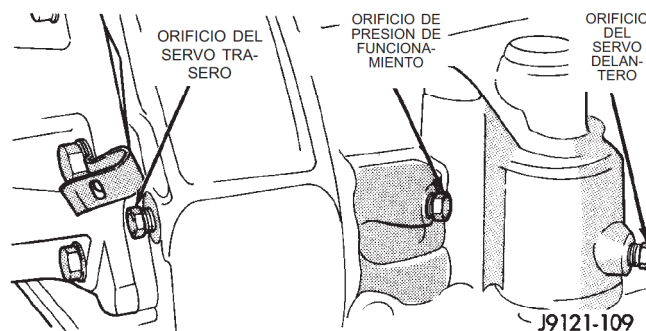
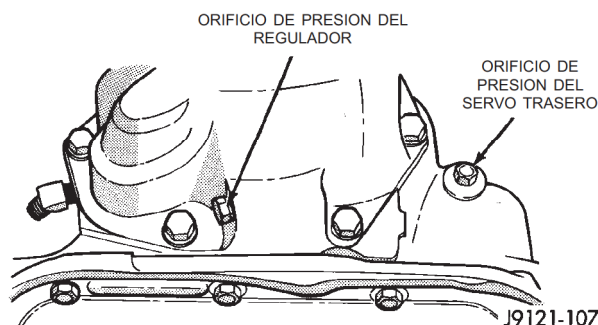
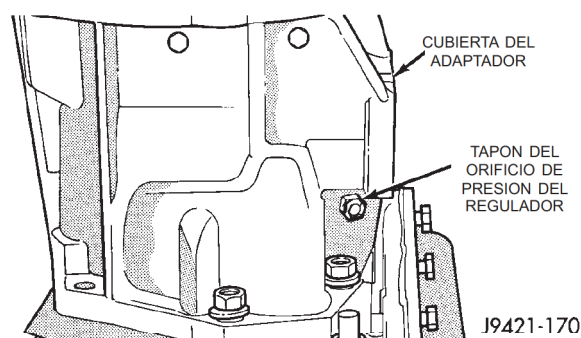

Fig. 6 Orificios de prueba de presión en el costado de la caja
Fig. 7 Orificios de prueba de presión en la parte trasera de la caja—Tracción en dos ruedas
Fig. 8 Orificios de prueba de presión de la parte trasera de la caja—Tracción en 4 ruedas
Los orificios de prueba de presión se encuentran en el acumulador, el servo delantero y el servo trasero, el conducto del regulador y el conducto de presión del embrague de sobremarcha (Fig. 6), (Fig. 7) y (Fig. 8).
(1) Conecte el indicador C-3292 de 689,5 kPa (100 psi) al orificio del acumulador.
(2) Conecte el indicador de 2068 kPa (300 psi) C-3293-SP al orificio del servo trasero (Fig. 6) y (Fig. 7).
(3) Desconecte las varillas de la mariposa del acelerador y del mecanismo de cambio de la palanca manual y la manija de admisión.
(4) Arranque y haga funcionar el motor a 1000 rpm.
(5) Desplace la palanca de cambios (del eje de la palanca manual) todo su recorrido hacia adelante, a la escala 1.
(6) Desplace la manija de admisión de la transmisión desde su posición máxima hacia adelante a la posición máxima hacia atrás y tome nota de las indicaciones de presión de ambos indicadores.
(7) La presión de funcionamiento en el orificio del acumulador debe ser de 372-414 kPa (54-60 psi) con la manija de admisión hacia adelante y aumenta gradualmente a 621-662 kPa (90-96 psi) a medida que se desplaza la manija hacia atrás.
(8) La presión del servo trasero debe ser igual a la presión de funcionamiento dentro de los 20,68 kPa (3 psi).
(1) Conecte el indicador de prueba al orificio de presión del acumulador (Fig. 6) y (Fig. 7).
(2) Arranque y haga funcionar el motor a 1000 rpm.
(3) Desplace la palanca de cambios del eje de la palanca manual del cuerpo de válvulas, una posición de retén hacia atrás desde la posición de máximo desplazamiento hacia adelante. Esta es la escala 2.
(4) Desplace la manija de admisión de la transmisión desde la posición de máximo desplazamiento hacia adelante hasta la posición de máximo desplazamiento hacia atrás y lea las presiones indicadas por ambos indicadores.
(5) La presión de funcionamiento debe ser 372-414 kPa (54-60 psi) con la manija de admisión hacia ade-
(1) Conecte los indicadores de prueba a los orificios del acumulador y el servo delantero (Fig. 6) y (Fig. 7). Utilice cualquiera de los dos indicadores de prueba en los dos orificios.
(2) Arranque y haga funcionar el motor a 1600 rpm para esta prueba.
(3) Desplace la palanca de cambios a la escala D. Esta escala está dos posiciones de retén más atrás que la posición de máximo desplazamiento hacia adelante.
(4) Cuando desplace la manija de admisión de la transmisión desde la posición de máximo desplazamiento hacia adelante a la de máximo desplazamiento hacia atrás, lea las presiones de ambos indicadores.
(5) La presión de funcionamiento debe ser 372-414 kPa (54-60 psi) con la manija de admisión hacia adelante y debe aumentar gradualmente a medida que la manija se desplaza hacia atrás.
(6) El servo delantero se presuriza únicamente en la escala D y la presión debe ser igual a la presión de funcionamiento dentro de los 21 kPa (3 psi) hasta el punto de cambio descendente.
(1) Conecte el indicador de 2068 kPa (300 psi) al orificio del servo trasero (Fig. 6) y (Fig. 7).
(2) Arranque y haga funcionar el motor a 1600 rpm para la prueba.
(3) Desplace la palanca de cambios del cuerpo de válvulas cuatro posiciones de retén hacia atrás desde la posición de máximo desplazamiento hacia adelante. Esta es la posición de marcha atrás.
(4) Desplace la manija de admisión todo su recorrido hacia adelante y luego todo su recorrido hacia atrás y tome nota de las lecturas de los indicadores.
(5) La presión debe ser de 1000-1207 kPa (145 - 175 psi) con la manija hacia adelante y aumenta a 1586-1931 kPa (230 - 280 psi) a medida que la manija se mueve hacia atrás.
(1) Conecte el indicador de prueba de 689,5 kPa (100 psi) C-3292 al orificio de presión del regulador (Fig. 6) y (Fig. 7).
(2) Desplace la palanca de cambios a la escala D.
(3) Arranque y haga funcionar el motor a velocidad de ralenti moderado y tome nota de la presión. En ralenti y con el vehículo detenido, la presión debe ser de cero a 10,34 kPa (1,5 psi) como máximo. Si la presión supera esta cifra, los contrapesos o la válvula del regulador quedaron agarrotados en la posición de apertura.
(4) Aumente lentamente la velocidad del motor y observe las lecturas del velocímetro y el indicador de presión. La presión del regulador debe aumentar proporcionalmente a la velocidad del vehículo.
(5) El aumento de presión debe ser gradual y la presión debe caer nuevamente a un valor de 0 a 10,34 kPa (1,5 psi) cuando las ruedas dejen de girar.